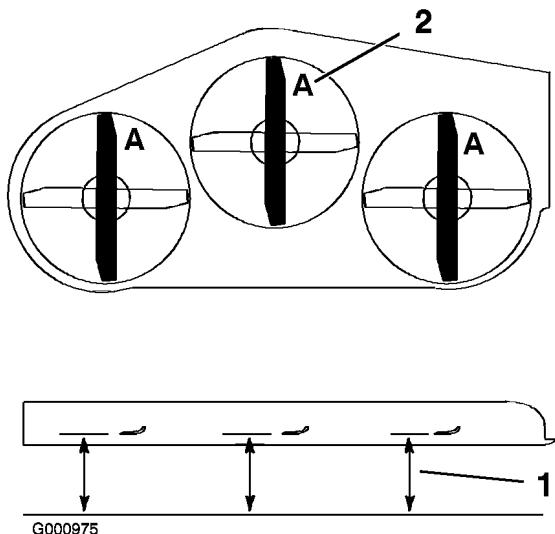

Figura 72
3. Gire las cuchillas hasta que los extremos estén orientados hacia adelante y hacia atrás. Mida desde una superficie nivelada hasta el filo de corte, posición A, de las cuchillas (Figura 72). Anote esta dimensión. Para las plataformas